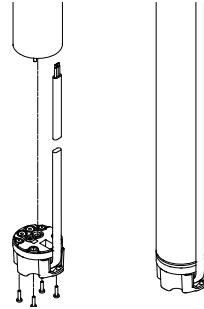

Fig. 7
- Împingeți mufa cablului în soclul motorului. Fișa cablului nu poate fi montată greșit, vezi fig. 7.
- Poziționați și strângeți cele patru șuruburi (1-1,5 Nm), vezi fig. 7.